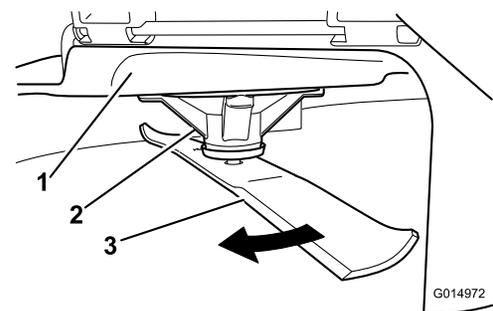

Figura 76
2. Indossando guanti dalla spessa imbottitura o altre protezioni idonee per le mani, ruotate lentamente la lama in una posizione che consenta di misurare la distanza tra il bordo di taglio e la superficie piana su cui si trova la macchina (Figura 76).